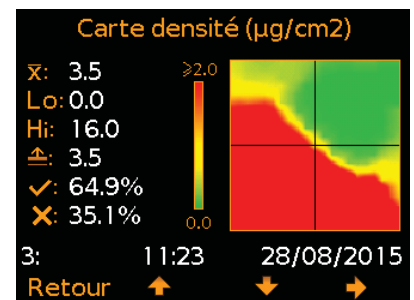

Fig. 17: Carte densité sel
- 3) Carte densité sel (Fig. 17)